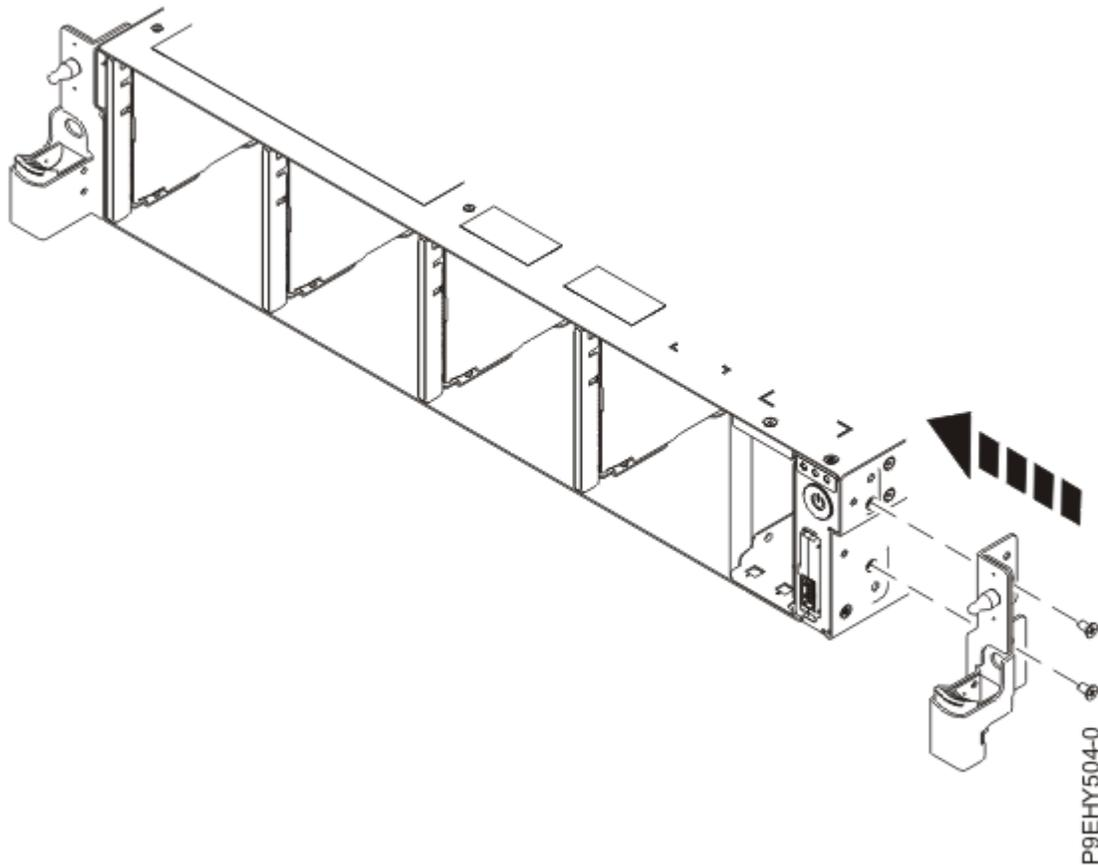

図 177. ラック取り付け支持具の再取り付け
7. システムの側面にラック取り付け支持具を再取り付けします (196 ページの図 177 を参照)。